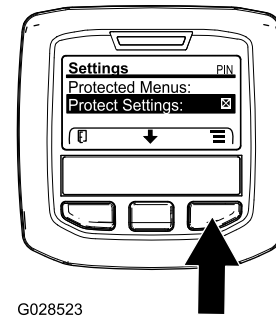

Bild 10
1. Navigieren Sie vom Hauptmenü mit der mittleren Taste auf das Menü EINSTELLUNGEN und drücken Sie die rechte Taste (**Bild 10**).